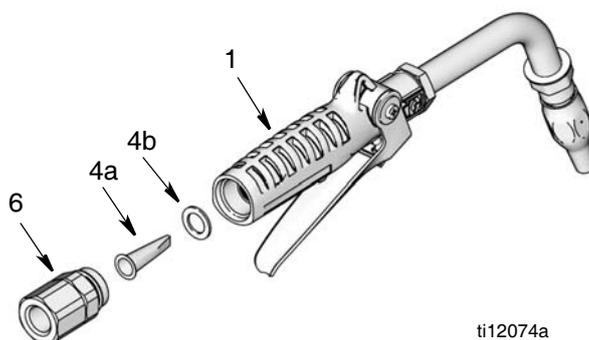

ABB. 4
2. Den Schlauchanschluss aus der Drehgelenkverschraubung (6) herausschrauben.
3. Die Drehgelenkverschraubung (6) vom Dosierventilgriff (1) abnehmen.
4. Sieb (4a) und Unterlegscheibe (4b) aus der Drehgelenkverschraubung (6) entfernen.
5. Sieb (4a) und Unterlegscheibe (4b) austauschen. Die richtige Positionierung des Filters in der Drehgelenkverschraubung ist in ABB. 4 dargestellt.